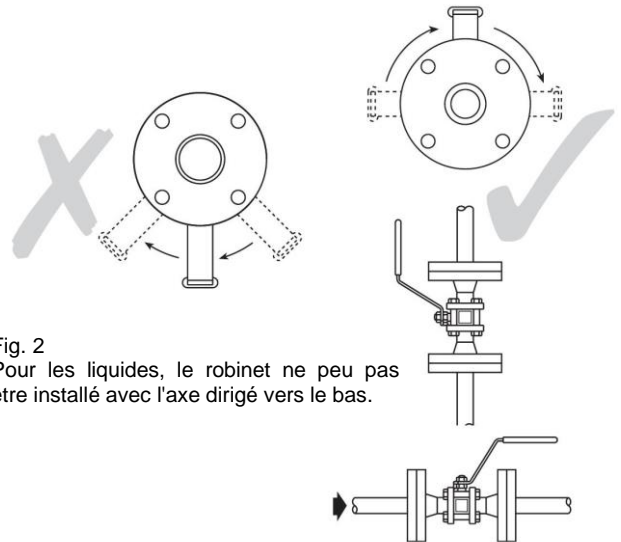

Fig. 2
- Installer le robinet avec le levier dans une position correcte. Un montage avec l'axe vertical dirigé vers le haut est préféré (fig. 2 et 3.)